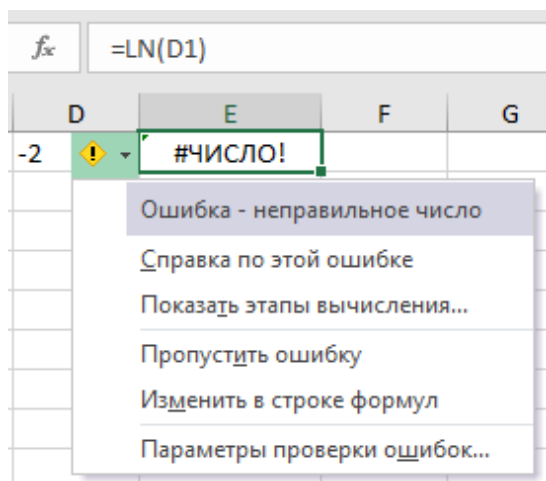

Рис. 8.5. Результат вычисления функции LN от отрицательного числа.
1) Функция LN возвращает натуральный логарифм числа. При использовании функции LN должно соблюдаться условие «положительного числа». При несоблюдении этого условия будет выдаваться ошибка (рис. 8.5).